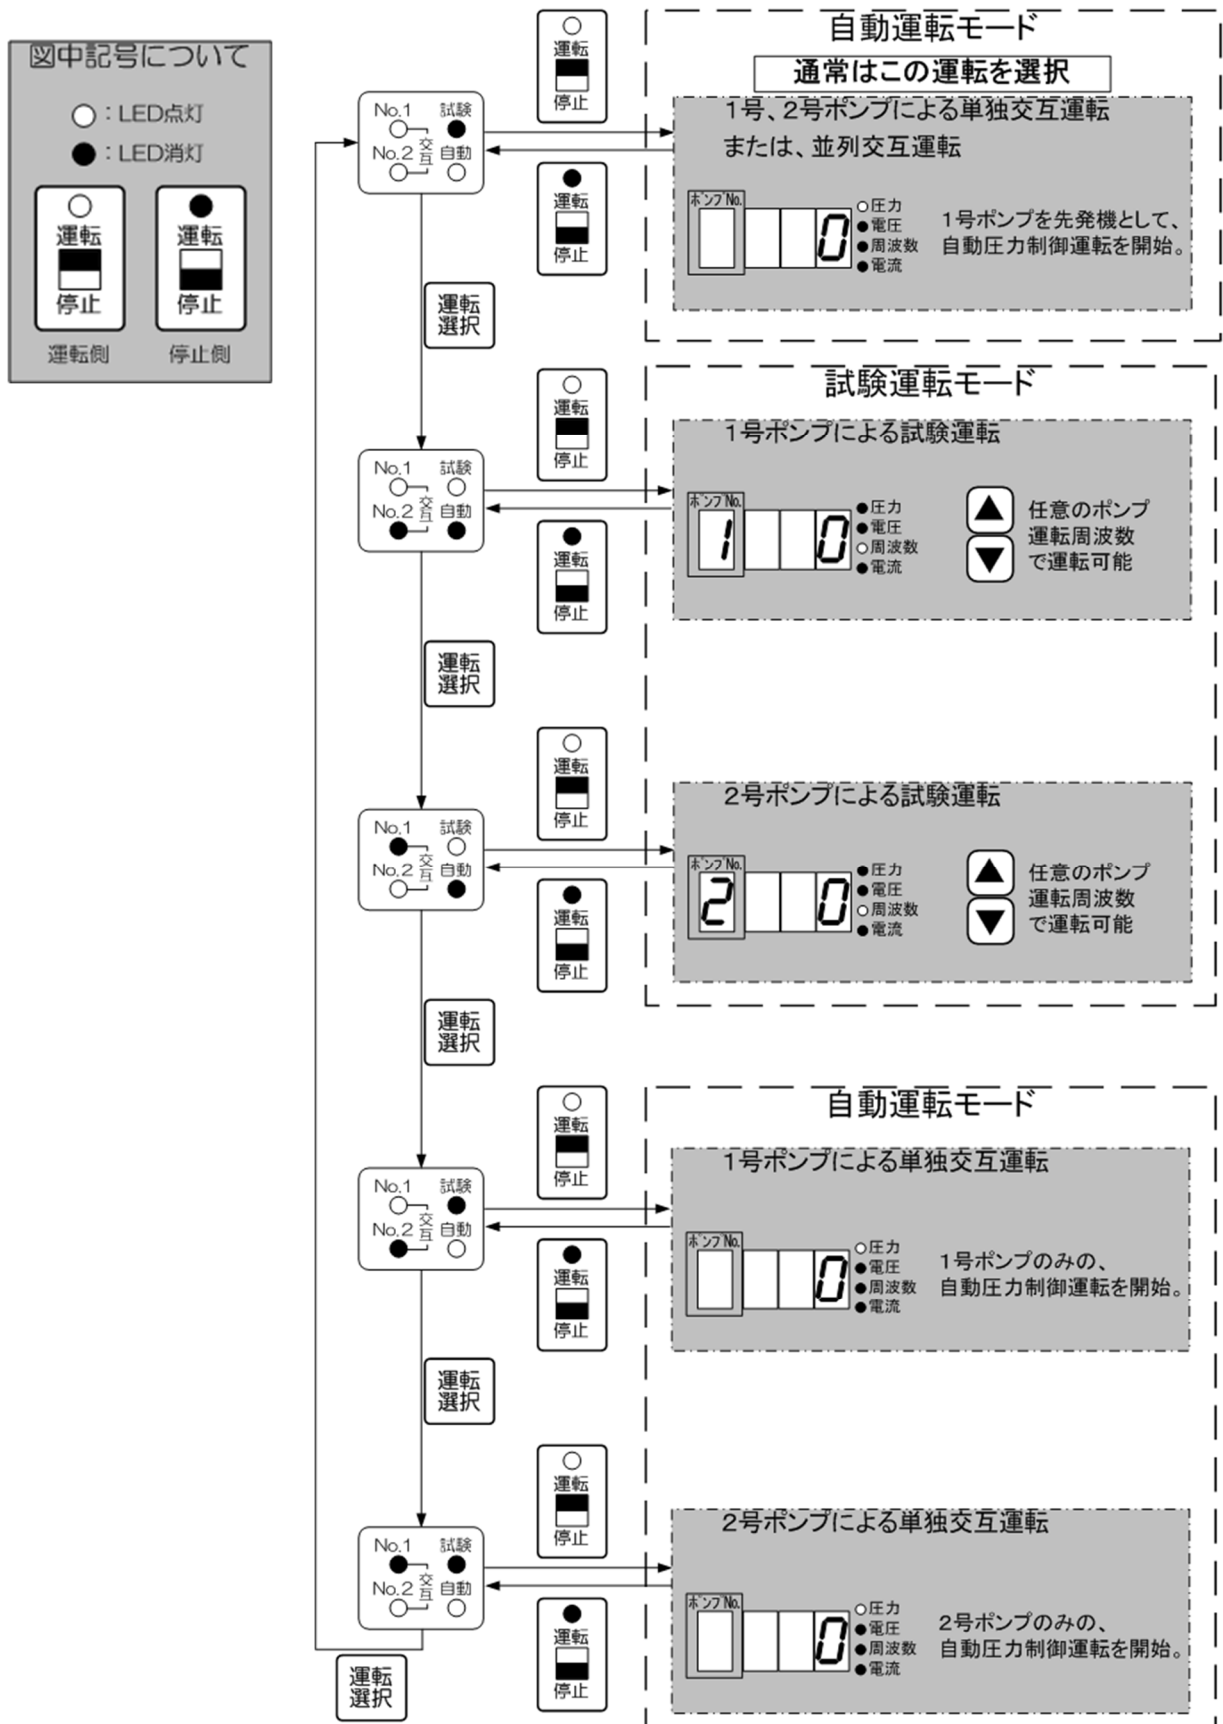

図 29 運転モードの操作方法
- ・**運転** ボタンを押す度に下記の運転モードに切替わります。詳細については図 29 を参照ください。